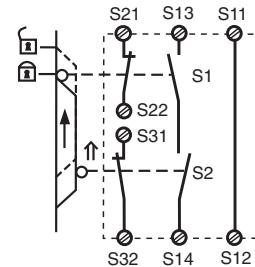

Fig. 7: Control de puerta protectora bicanal, rearme automático/Controllo bicanale riparo mobile, start automatico/Tweekanalige hekbewaking, automatische start
- Fig. 7: Rearne automático para el control de puerta protectora: El dispositivo está preparado para rearnearse con la puerta de protección abierta por medio del circuito de rearne S13-S14. Después de cerrarse los circuitos de entrada S11-S12, S21-S22 y S31-S32 se cerrarán los contactos de seguridad.
- Fig. 7: start automatico per controllo riparo mobile: Con la riparo aperto, il dispositivo è pronto per lo start attraverso il circuito di start S13-S14. Dopo la chiusura dei circuiti di ingresso S11-S12, S21-S22 e S31-S32 i contatti di sicurezza vengono chiusi.
- Fig. 7: Automatische start bij hekbewaking: Het apparaat is bij geopend hek via het startcircuit S13-S14 startklaar. Na sluiten van de ingangscircuits S11-S12, S21-S22 en S31-S32 worden de veiligheidscontacten gesloten.